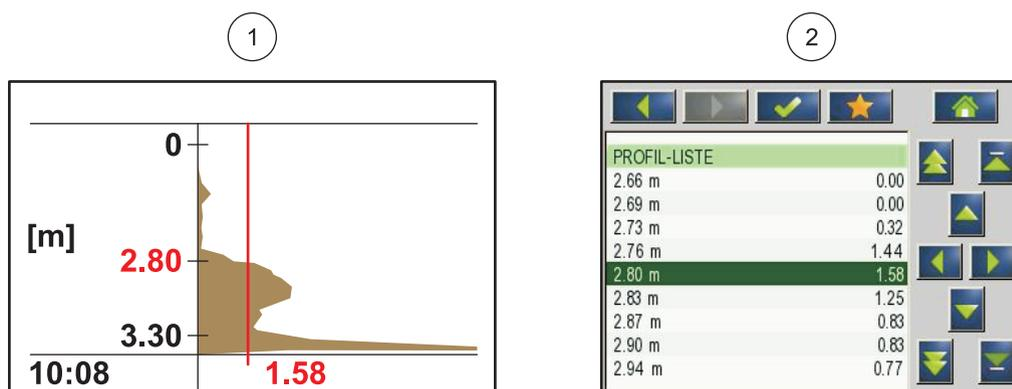

Figura 3 Perfil como gráfico y lista
Los ecos que se emiten a partir de capas más alejadas son más débiles que los emitidos desde capas más cercanas. SONATAX sc equilibra esta atenuación. El resultado se indica en SONATAX sc como un perfil. Los datos figuran en el menú de la sonda CONFIG SENSOR \> PRUEBA / MANT \> SEÑALES en la lista de perfiles (vea LISTA DE PERFILES en la página 24) ((2) Figura 3). El
mensaje en pantalla (por ejemplo sc1000) muestra el perfil en la operación de medición como un gráfico ((1) Figura 3).